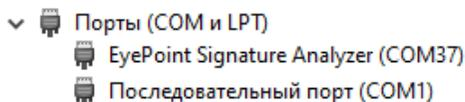

Рисунок 5. Отображение EyePoint u21 в диспетчере устройств
- После установки драйвера в разделе устройств «Порты (COM и LPT)» должно появиться устройство EyePoint Signature Analyser (Рисунок 5).